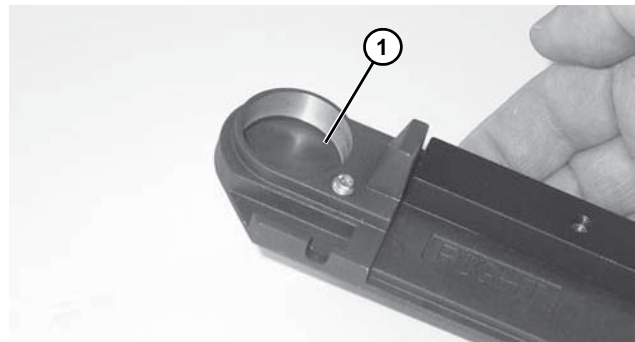

Figura 67
1. Inspeccione la superficie de asiento del cojinete de las placas de los cabezales (**Figura 67, artículo 1**). Si está desgastada o dañada, sustituya el cojinete. Consulte “Repuestos” en la página 34.